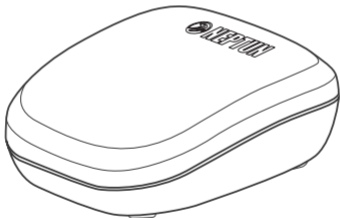

Рис. 1. Внешний вид радиодатчика
5. Установите радиодатчик в месте возможного скопления воды на полу контактными пластинами вниз (Рис. 1). При необходимости используйте крепление, входящее в комплект поставки радиодатчика.